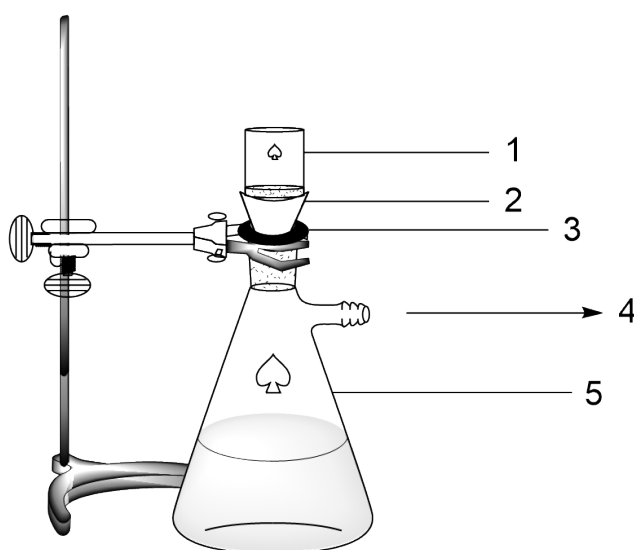

图 4:1 = 玻璃砂芯漏斗, 2 = 锥形橡胶垫圈, 3 = 橡胶保护圈, 4 = 连接真空, 5 = 抽滤瓶。
13. **安装**真空过滤装置：如图 4 所示，在铁架台上用铁夹**锁紧**抽滤瓶，**确保**锥形橡胶垫圈位于橡胶保护圈上。